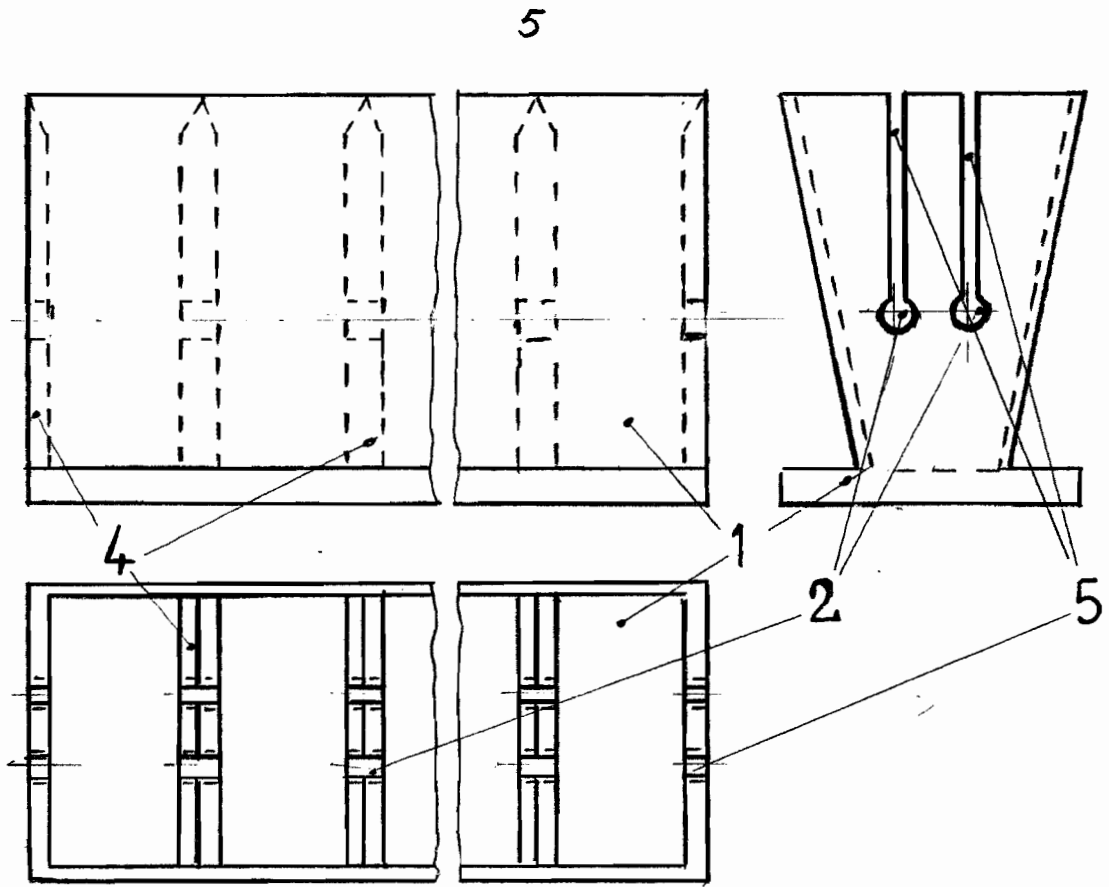

Fig. 1
La recoltat (rupere) frunzele de tutun se aseză unele peste altele ,cu pețiolul în aceeași parte, creindu- se astfel un mănunchi.Acest mănunchi se introduce,cu pețiolul în jos, într-unul din spațiile (1) suportului pentru frunze al unui suport special (fig.1).
Naveta ,(fig.1), are mai mulți pereți despărțitori,(4), care determină mai multe despărțituri(1) în care se introduc frunzele.
O altă particularitate a MITAE este că folosește la înșirare un suport specific denumit <navetă> (fig.1)